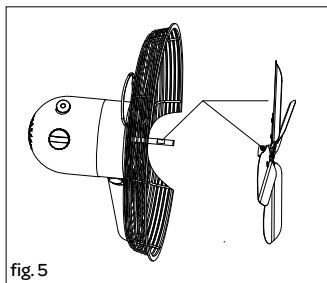

fig. 5
6. Steek het ventilatorblad op de as van de motor en schroef deze aan het uiteinde vast met een schroevendraaier - fig. 5.